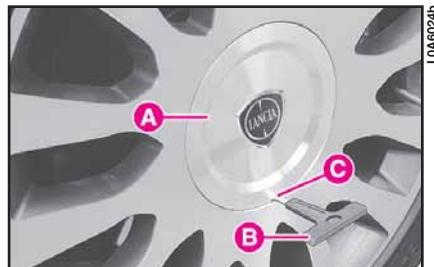

fig. 9
10) Sur les versions dotées de jantes en alliage, enlever l'enjoliveur **A** (fig. 9) monté à pression, en le tirant à l'aide de l'outil approprié **B** inséré dans le logement **C**. Sur les versions dotées de jantes en acier, enlever l'enjoliveur **A** (fig. 10) monté à pression.